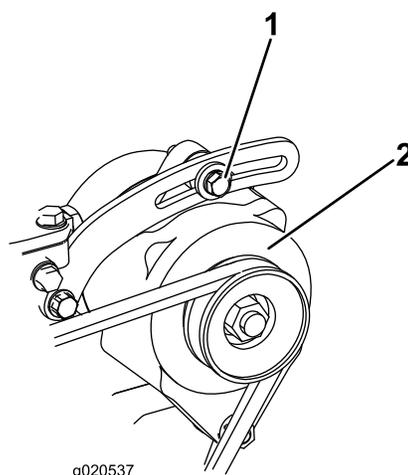

Figura 99
1. Se l'inflessione non è di 10 mm, allentate i bulloni di fissaggio dell'alternatore (**Figura 99**).